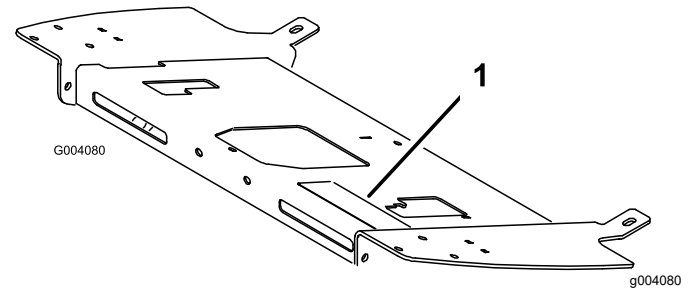

Bild 14
- Kleben Sie den entsprechenden Gefahrenaufkleber über den vorhandenen Aufkleber an der Bedienerplattform (Bild 14):